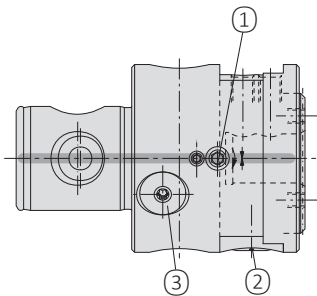

Bild 10
Klemmung (Bild 10)
Durchmesserverstellung (Bild 10)
Bei der Durchmesserverstellung ist folgende Reihenfolge zu beachten (Bild 10):
Batteriewechsel (Bild 10)
Die zwei eingebauten Batterien haben eine Lebensdauer von ca. 5500 Einstellzyklen. Wir empfehlen, Ersatzbatterien jederzeit bereitzuhalten. Erscheint auf dem Display das Zeichen "Low battery" reichen die Batterien noch für ca. 50 Einstellzyklen. Blinkt die Anzeige "Low battery" sind die Batterien leer und müssen getauscht werden. Mit dem Wechsel der Batterien muss der Dichtring im Verschlussdeckel begutachtet und bei Beschädigung ausgetauscht werden, nur so kann ein Eindringen von Kühlschmierstoff ins Batteriefach vermieden werden. Für den Betrieb dieses Feindrehwerkzeuges sind ausschließlich Batterien mit folgender Spezifikation zu verwenden: **VARTA V392 SR 41 Silver oxide / Zinc / KOH-Electrolyte**. Nur diese Batterien wurden in Bezug auf die hohen Fliehkräfte getestet. Zum Wechseln das Batteriefach ③ (Bild 10) mit einem Bedienungsschlüssel Torx T 20 öffnen, alte Batterien entnehmen und sachgemäß entsorgen. Batteriefach wieder sorgfältig verschließen (Anziehdrehmoment: 5 Nm).